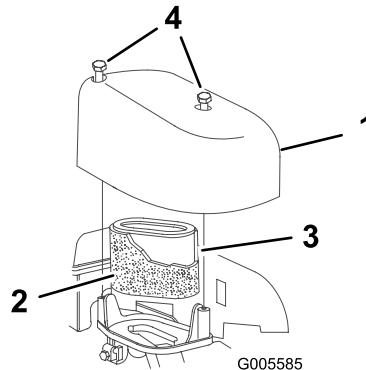

Figura 18
3. Togliete la vite di fissaggio dal coperchio del filtro dell'aria (Figura 18).
4. Togliete il coperchio e pulitelo accuratamente (Figura 18).
6. Lavate il prefiltrò con acqua e detergente neutro, e tamponatelo finché non è asciutto (Figura 18).
7. Togliete il filtro di carta dell'aria e gettatelo (Figura 18).
8. Montate il nuovo filtro di carta dell'aria nel prefiltrò in schiuma sintetica (Figura 18).